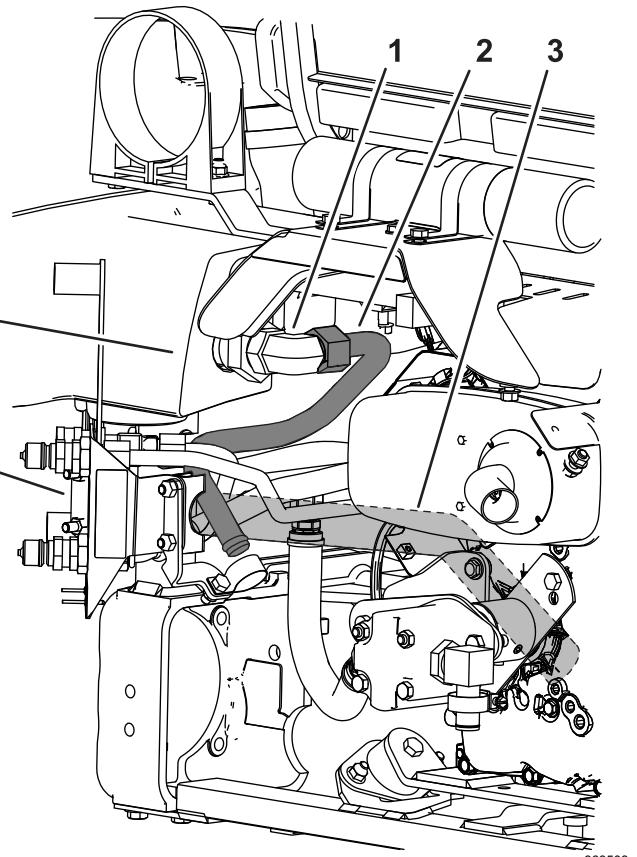

Figura 25
4. Posicione el tubo hidráulico n.º 3 en la máquina según se muestra en **Figura 25**.
5. Conecte el tubo hidráulico n.º 3 al codo grande de 90° conectado al filtro de malla y al depósito hidráulico (**Figura 25**).